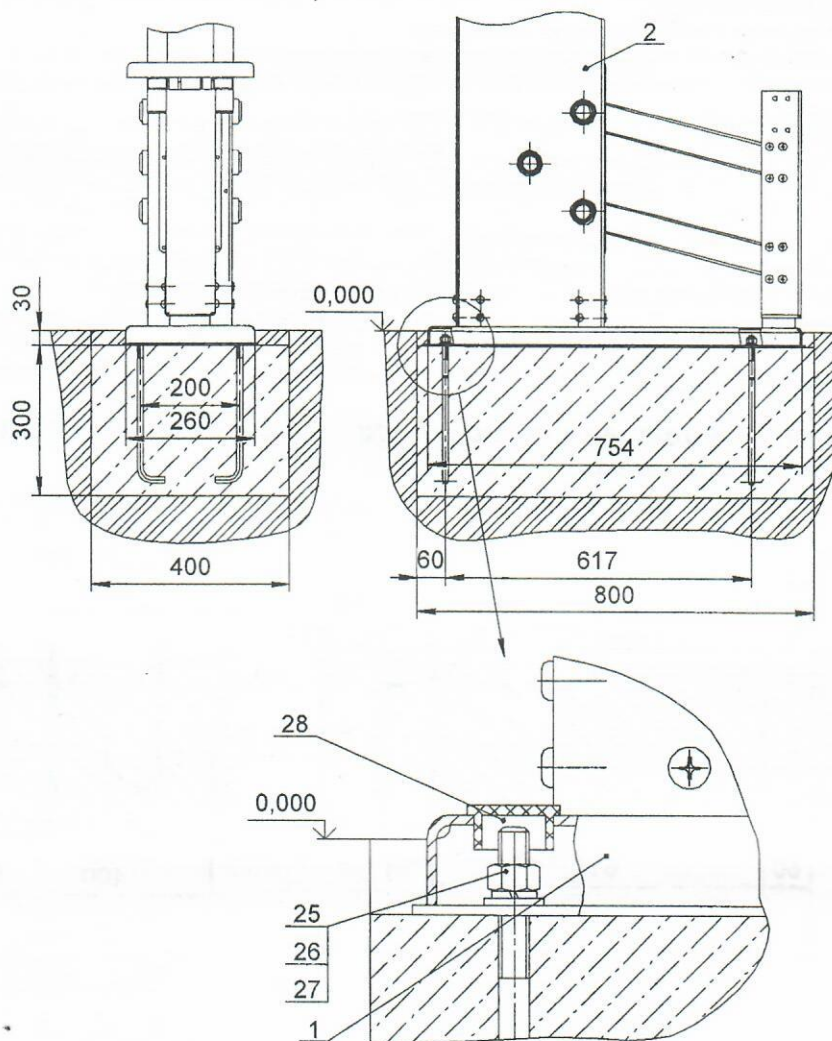

Рис.3
10.3.2 Убедиться в сухости и прочности залитого бетона. Установить платформу со стойкой (поз. 1; 2) на анкерные болты и закрепить, установить заглушки поз.28 (рис.3):